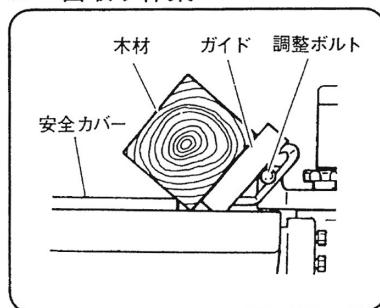

図 17
- (1) 調整ボルト(2本)を付属の両口スパナ(13mm)でゆるめるとガイドは0~45°の範囲で傾けることができます。
- (2) 面取り角度にガイドを合わせ、木材をガイド面にしっかりと押し付けながら送ります。 (図 17)